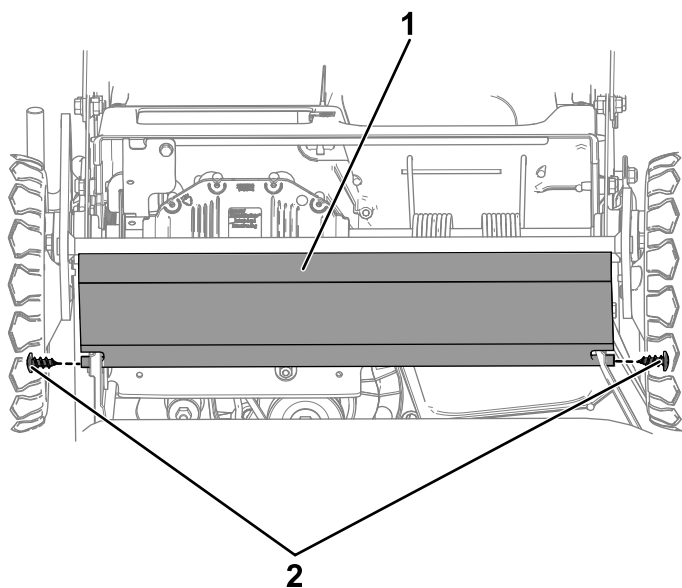

Figura 48
9. Retire o resguardo do atrelado removendo os dois parafusos que o seguram no sítio (Figura 48).